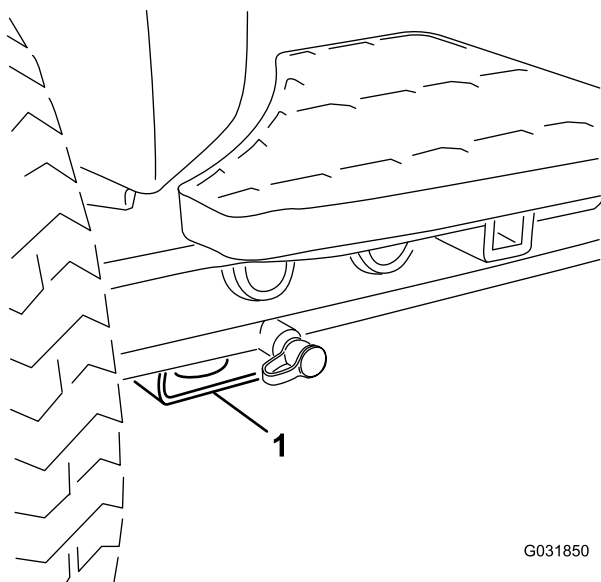

Figura 45
- **Parte anteriore della macchina** – supporto rettangolare, sotto il tubo dell'assale, all'interno delle ruote anteriori (Figura 45).